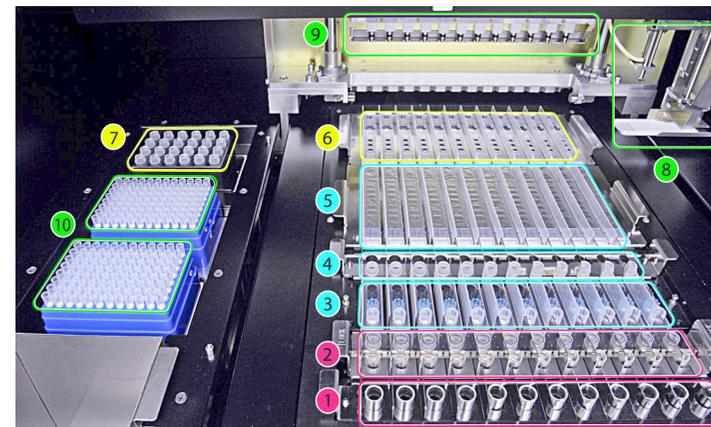

Figura 1: area di caricamento di «ELITE InGenius».
Visione d'insieme dello strumento «ELITE InGenius» (Figura 1).
La Figura 1 mostra la posizione del rack dei tubi primari campioni (1), la posizione del rack
7. Confermare che i reagenti siano sufficienti per il numero di test selezionati e che siano collocati correttamente nella posizione 7 Inventory Manager (cfr. Pagina 11, Figura 1), come indicato sullo schermo, premere il pulsante "Next" (Successivo).
8. Caricare un numero sufficiente di puntali nella posizione 10 (cfr. Pagina 11, Figura 1).
10. Caricare le cassette PCR nella posizione 6 (cfr. Pagina 11, Figura 1).
12. Caricare le Extraction Cartridge nella posizione 5 (cfr. Pagina 11, Figura 1).
14. Caricare la quantità richiesta dei tubi di eluzione (Extra Tube) nella posizione 4 (cfr. Pagina 11, Figura 1).
16. Caricare la quantità richiesta di puntali nella posizione 3 (cfr. Pagina 11, Figura 1).
18. Caricare la quantità richiesta di extraction Tube nella posizione 2 (cfr. Pagina 11, Figura 1).
20. Quando "Primary Tube" (Tubo Primario) è stato selezionato come posizione del campione nella schermata "Perform Run" (Esegui Sessione), caricare i tubi primari indicati nella posizione 1 (cfr. Pagina 11, Figura 1).